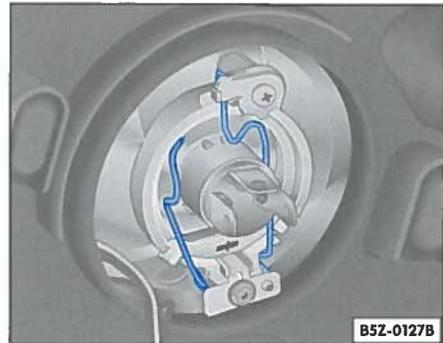

Abb. 114 Ablendlicht/Fernlicht
- Drücken Sie den Drahtbügel ⇒ Abb. 114 zur Lampe hin und gleichzeitig zusammen.